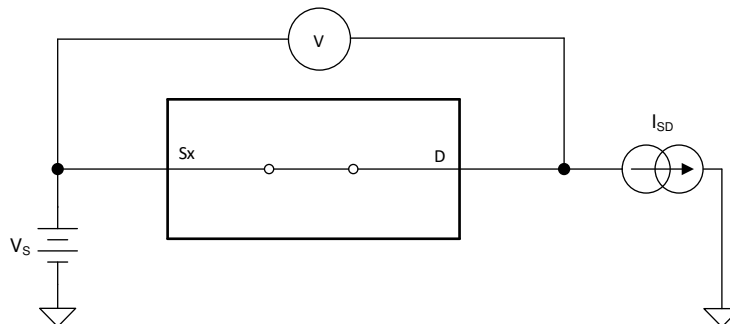

图 7-1. 导通电阻测量设置
器件的导通电阻是器件源极 (Sx) 和漏极 (D) 引脚之间的欧姆电阻。导通电阻随输入电压和电源电压的变化而变化。符号 R_{ON} 用于表示导通电阻。下图显示了用于测量 R_{ON} 的测量设置。电压 (V) 和电流 (I_{SD}) 通过此设置进行测量， R_{ON} 的计算方法如图 7-1 所示， $R_{ON} = V/I_{SD}$ ：